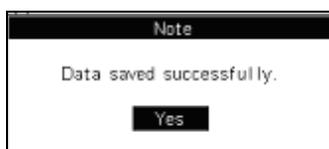

Рисунок 5-28 Сообщение о сохранении данных
4. Нажмите [F2], чтобы сохранить изменения. Если изменения успешно сохранены, отобразится сообщение о том, что данные сохранены(рис. 5-28). Нажмите **“Yes”**, чтобы закрыть сообщение;